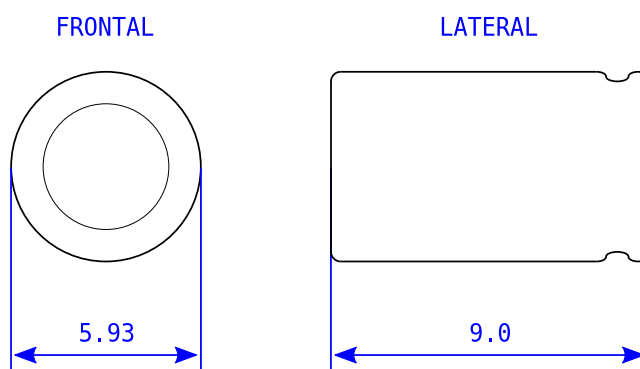

Figura 5: Datos del capacitor
- Dado el capacitor de la figura 5, calcular la fórmula del volumen en función de sus parámetros.